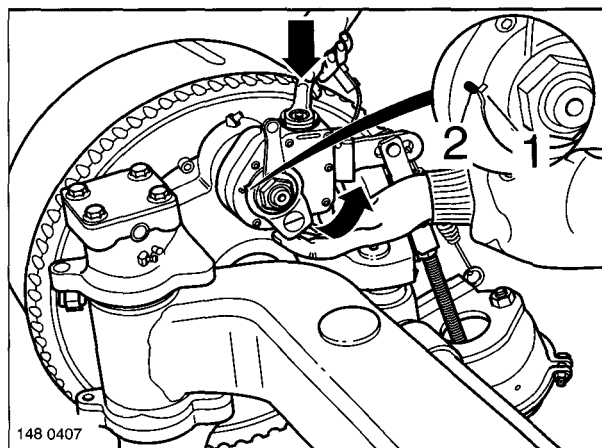

Fig. 7
- (5) Press the control lever (Fig. 4/1) in the direction of the arrow to the stop with the clutch cover held down (Fig. 7). The lug on the control lever (Fig. 7/1) then faces the check point (Fig. 7/2).
- (5) La douille d'accouplement étant enfoncée, abaisser le levier de commande (Fig. 4/1) en direction de la flèche jusqu'à la butée (figure 7). Le nez sur le levier de commande (figure 7/1) est alors en face du repère de contrôle (figure 7/2).
- (5) Steuerhebel (Fig. 4/1) bei niedergedrückter Kuppelungshülse in Pfeilrichtung bis zum Anschlag drücken (Fig. 7). Nase am Steuerhebel (Fig. 7/1) zeigt dann auf den Kontrollpunkt (Fig. 7/2).